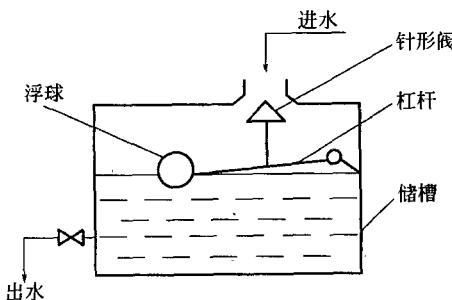

图 1-4 储槽水位控制系统
**【例 1-7】** 图 1-4 所示为自力式储槽水位控制系统。
- (1) 指出该系统中被控对象、被控变量、操纵变量各是什么？
- (2) 试画出该系统的方框图；
- (3) 试分析当出水量突然增大时，该系统是如何实现水位控制的？